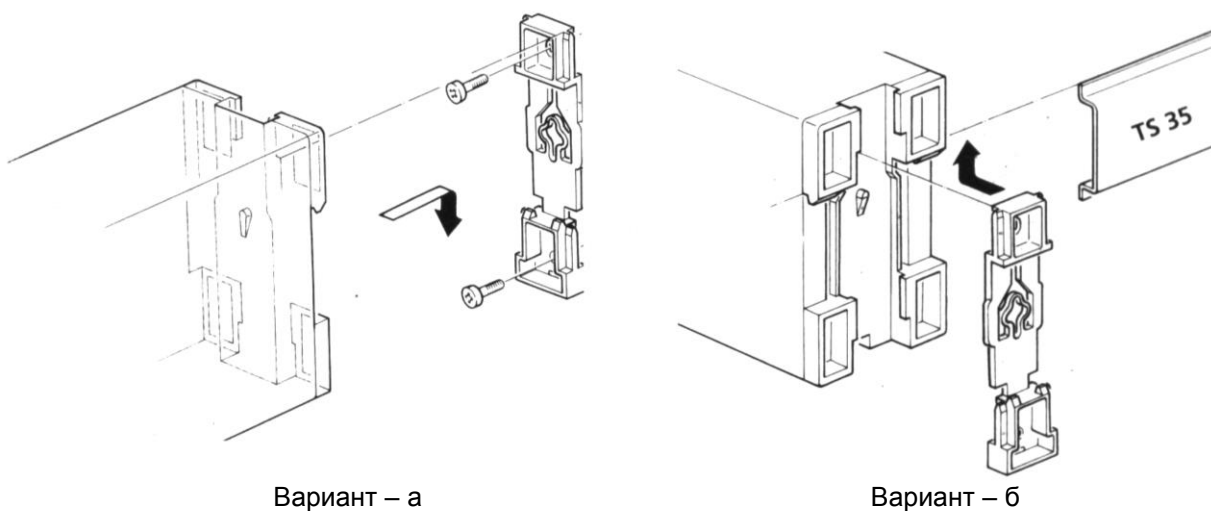

Рисунок 3.1 – Схема вариантов крепления блока на щите
3.2.1 Распакуйте преобразователь. Установите и закрепите преобразователь на рабочем месте путем прикладывания задней стенкой преобразователя к DIN-рельсу по варианту б) или на плоскость по варианту а) рисунок 3.1.